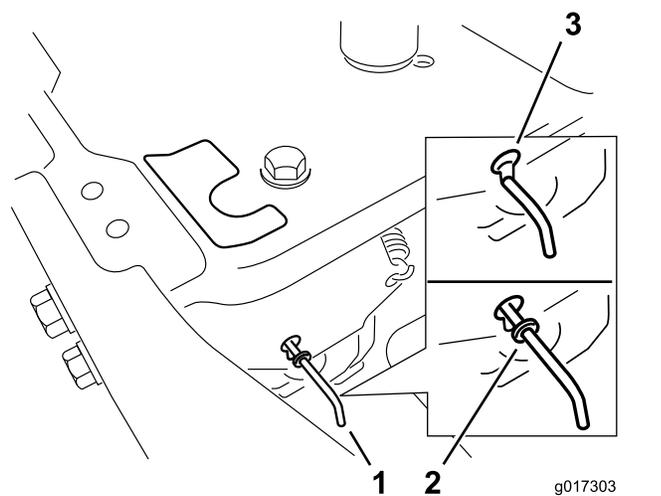

Рисунок 30
4. Вытяните рычаги перепускных клапанов вперед через профилированные отверстия и опустите вниз, чтобы зафиксировать их на месте (Рисунок 30).
Переместите рычаги перепускных клапанов назад через профилированные отверстия и опустите вниз, чтобы зафиксировать их на месте, как показано на Рисунок 30.